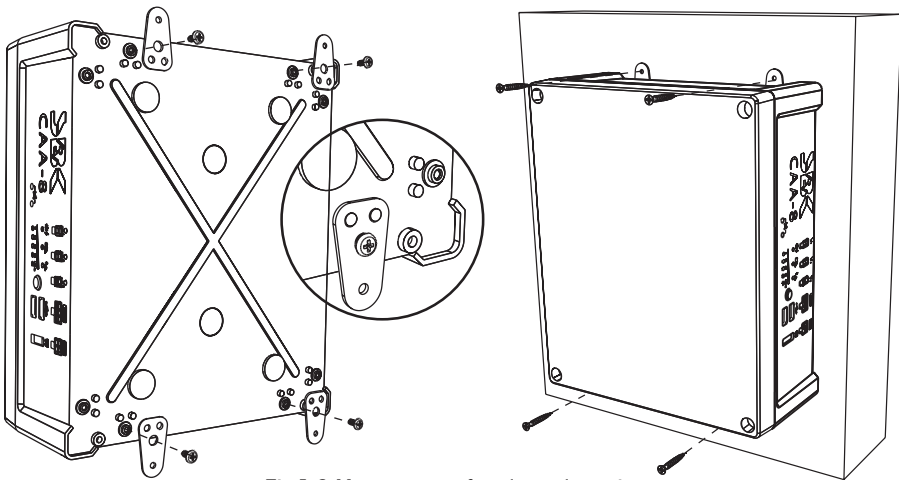

Fig 1.3 Montage avec façade sur le coté
- Orientation avec façade et connectique sur le coté droit telle qu'illustrée sur la figure 1.3